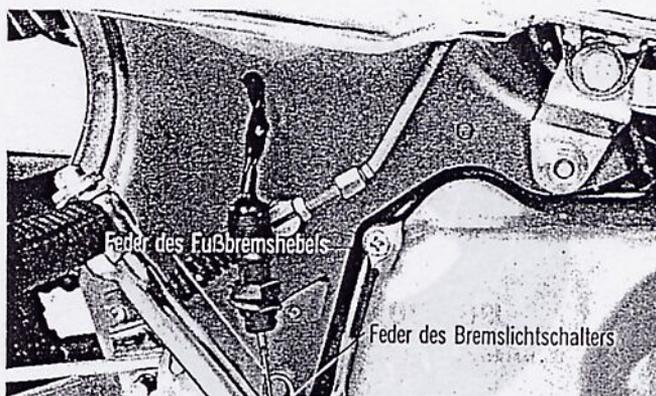
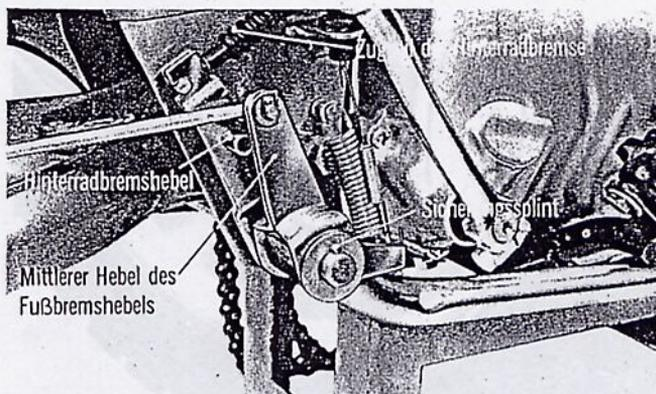

Abbildung 91
Abbildung 92
- (1) Auspuffrohr samt Schalldämpfer demontieren.
- (2) Bremseinstellmutter lösen und Bremszuganker vom Bremshebel abnehmen. Fußbremshebelfeder und Feder des Bremslichtschalters aushängen. (Abbildung 91)
- (3) Antriebskettenkasten abnehmen.
- (4) Zugseil der Hinterradbremse am Hinterradbremshebel abnehmen.
- (5) Sicherungssplint herausziehen.
- (6) Mittleren Hebel des Fußbremshebels, Fußbremshebel und Hinterradbremshebel mit der Scheibe vom Drehzapfenrohr abziehen. (Abbildung 92)